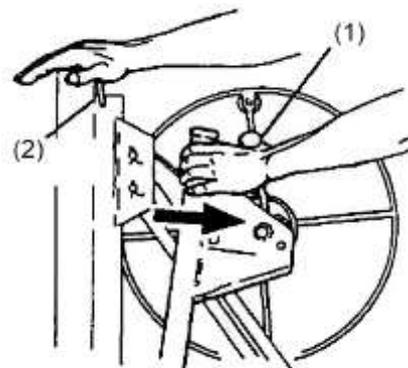

Abbildung 4
- c. Legen Sie Ihre rechte Hand auf das Oberteil des Stativs. Den Bremshebel so weit betätigen **(1)**, dass das Seil nicht rutscht. Ziehen Sie die Windenbaugruppe gegen sich (Abb. 4).
- d. Wenn die Winde voll ausgefahren (weg vom Stativ) ist, den Bremshebel loslassen und den Haltehaken **(2)** ausschwenken, so dass er nicht mehr die Ausziehteile innerhalb des Stativs blockiert (Abb. 4).